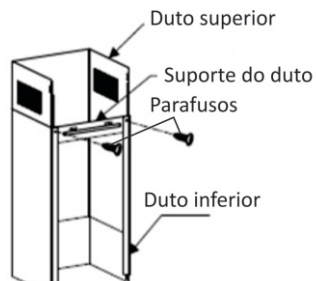

Fig.03
**3.5.2** Coloque o exaustor pendurado na parede na posição fixa, regule a posição do exaustor, fixe o exaustor com 2 parafusos de segurança ST4 \* 30 mm (incluso) **Fig.03**.